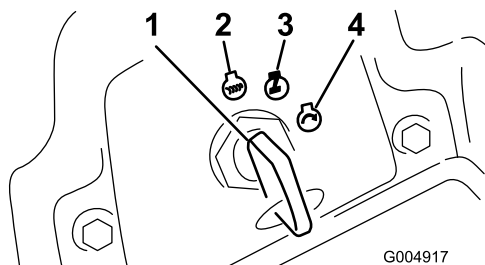

Figura 18
6. Rode a chave da ignição no sentido dos ponteiros do relógio para a posição Run (Figura 18).
3. Rode a chave da ignição para a posição Off (desligar) (Figura 18). Espere até que todas as peças em movimento parem, antes de sair da posição de operação.